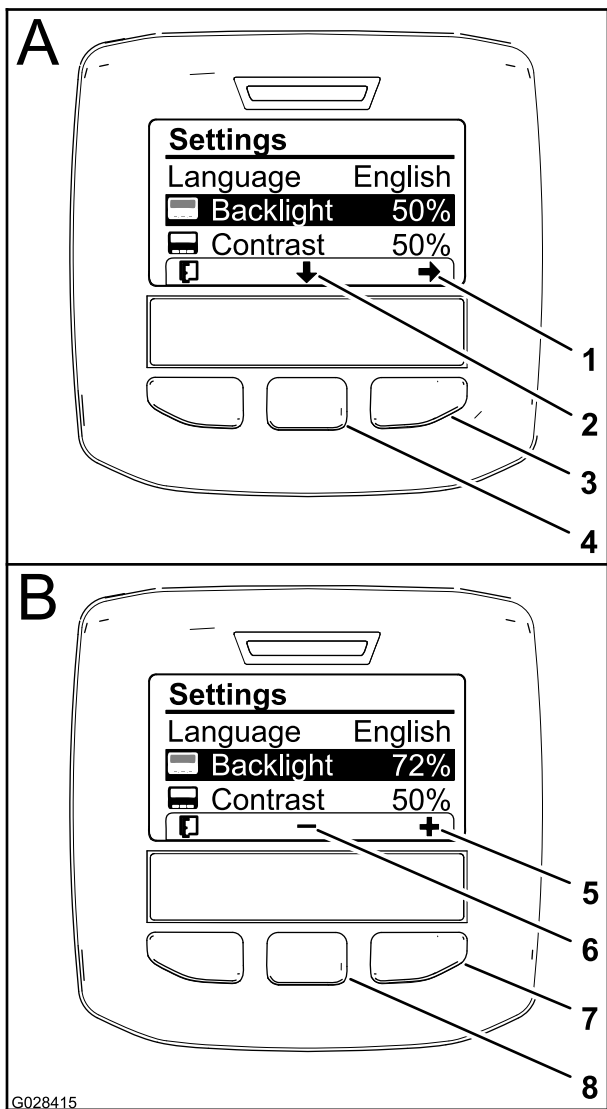

Рисунок 64
стрелкой вниз на дисплее), чтобы выбрать настройку Backlight (Подсветка) (Рисунок 64).
3. Нажмите правую кнопку выбора, чтобы вывести на дисплей параметр для изменения величины (Рисунок 64).
4. С помощью средней и правой кнопок выбора измените уровень яркости дисплея (Рисунок 64).
5. Нажмите левую кнопку выбора (кнопка под значком списка на дисплее), чтобы сохранить выбранный вариант, выйдите из меню Backlight (Подсветка) и вернитесь в меню Settings (Настройки) (Рисунок 64).
6. Чтобы изменить уровень контрастности дисплея, нажмите среднюю кнопку (кнопка под значком «стрелка вниз» на дисплее), чтобы выбрать настройку Contrast (Контрастность) (Рисунок 64).
7. Нажмите правую кнопку выбора, чтобы вывести на дисплей параметр для изменения величины (Рисунок 64).
8. Нажмите левую кнопку выбора (кнопки под значком «список» на дисплее), чтобы сохранить выбранный вариант, выйти из меню Contrast (Контрастность) и возвратиться в меню Settings (Настройки) (Рисунок 64).
9. Нажмите левую кнопку выбора, чтобы выйти из меню Settings (Настройки) и возвратиться в Main Menu (Главное меню) (Рисунок 62 и Рисунок 64).
10. Нажмите левую кнопку выбора для возврата на главную страницу (Рисунок 64).